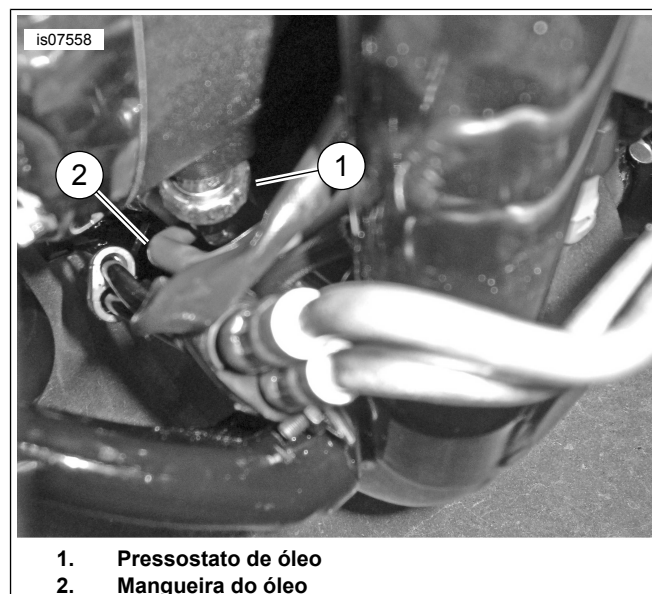

Figura 4. Pressostato de óleo e mangueira do óleo
Veja Figura 4. Certifique-se de que a mangueira de alimentação do resfriador de óleo (2) não provoque atrito contra o pressostato de óleo (1).